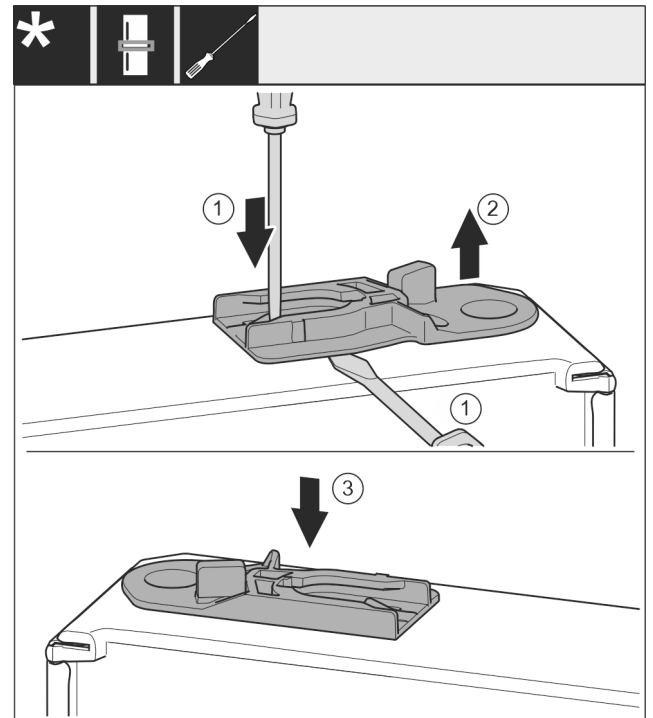

Fig. 38
- ▶ Ištraukite kreipiamąją įvorę: spustelėkite antdėklą išdrožiniu atsuktuvu ir tuo pačiu metu pakiškite išdrožinį atsuktuvą po kreipiamąją įvorę. Fig. 38 (1, 2)
- ▶ Komplektacijoje esančią kreipiamąją įvorę įstumkite kitoje korpuso pusėje. Fig. 38 (3)